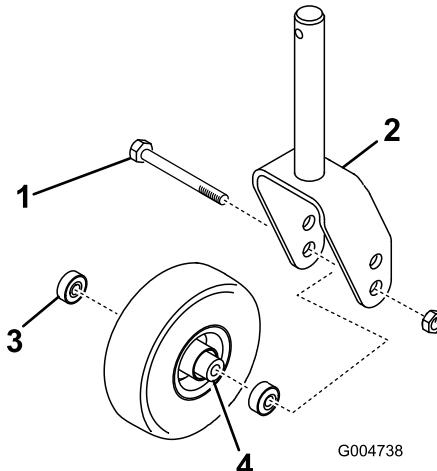

Figura 20
1. Retire la contratuerca del perno que sujetla el conjunto de la rueda giratoria en la horquilla (Figura 20). Sujete la rueda giratoria y retire el perno de la horquilla o del brazo de pivote.
2. Retire el cojinete de la rueda y deje que se caiga el suplemento del cojinete (Figura 20). Retire el cojinete del otro lado de la rueda.